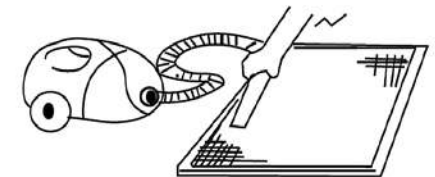

Рис.1
3. Очистите фильтр с помощью пылесоса. Если фильтр сильно загрязнен, сполосните его водой (Рис. 1, 2).